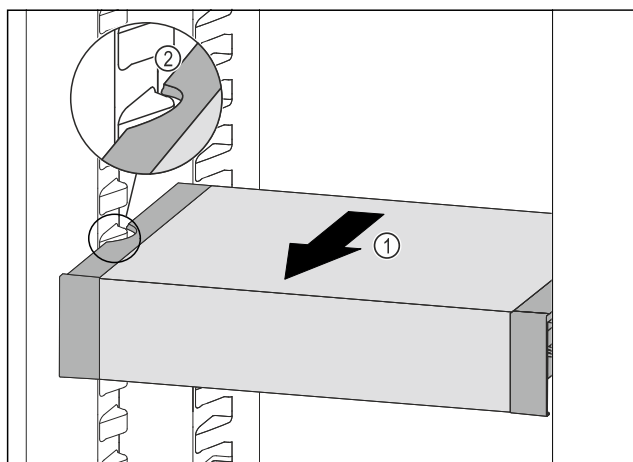

Fig. 248
- Trekk VarioSafe forover Fig. 248 (1), til utsparingene på sidene av VarioSafe er på nivå med rillene i kjøleskapet. Fig. 248 (2)